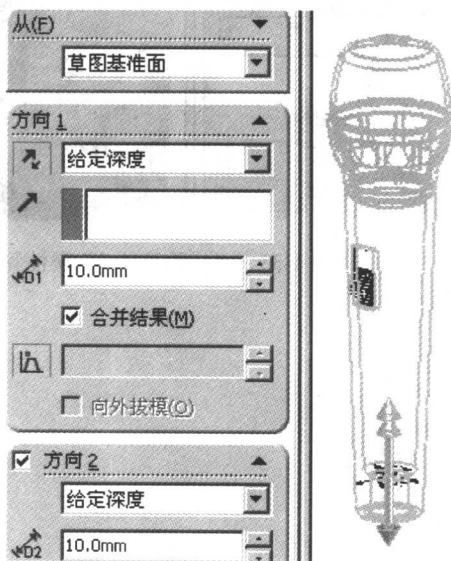

图 1-30 “拉伸 1”属性管理器
(2) 拉伸 1。在特征工具栏中单击“拉伸”图标按钮 , 弹出“拉伸 1”属性管理器，在绘图区选择草图 10 作为“拉伸”草图，在属性管理器中输入各项参数，如图 1-30 所示，单击“确定”图标按钮 .
(3) 圆顶 1。单击特征工具栏上的“圆顶”图标按钮 ,